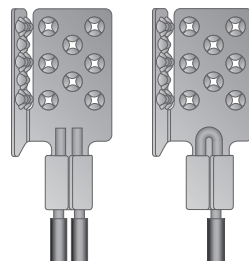

Fig. 7. Krymp kablene i klemmer
10. Forbered sammenkoblingskablene for radene med varmefolie. (fig.7)